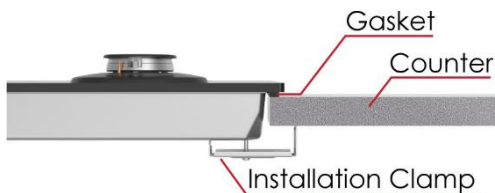

РИСУНОК 7.
- Во избежание попадания посторонних материалов и жидкостей между варочной панелью и столешницей, перед установкой установите уплотнение на отверстие столешницы, не допуская перекрытия. (рис. 7)
- Закрепите устройство на столешнице с помощью монтажного листа и винтов. (рис. 7 и 8)